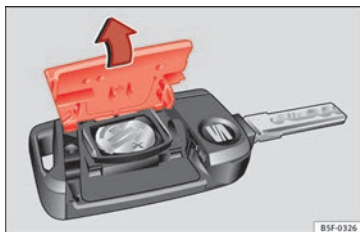

Fig. 132 Llave del vehículo: apertura de la tapa del compartimento para la pila.
- Retire la tapa en la parte trasera de la llave del vehículo **» fig. 132** en la dirección de la flecha **» ⚠.**
- Coloque la tapa tal como se muestra **» fig. 132** y presiónela en la carcasa de la llave del vehículo en sentido contrario a la flecha hasta que encastre.